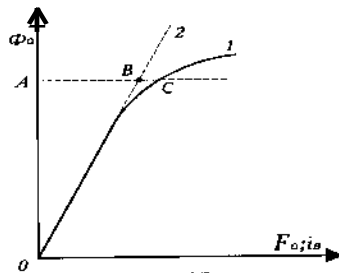

Рис. 1.37
6. На рис. 1.37 приведена типовая кривая намагничивания машины